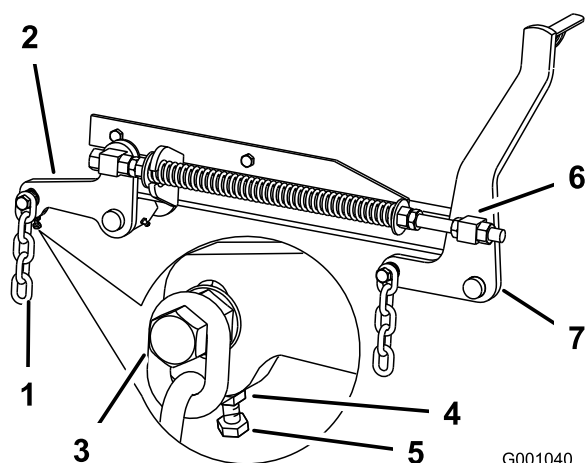

Figure 93
7. Si la distance mesurée au point **B** ou **C** n'est pas correcte, desserrez le boulon de fixation de la chaîne arrière au bras de support arrière (Figure 93).
- Desserrez l'écrou de blocage sous le bras de support arrière et agissez sur le boulon de réglage de manière à obtenir une distance de 80 à 83 mm ($3\frac{1}{8}$ à $3\frac{1}{4}$ po); voir Figure 93.
- Desserrez d'environ 13 mm ($\frac{1}{2}$ po) les écrous de blocage avant à l'avant des pivots gauche et droit (Figure 93).
- Régalez les écrous de levage sur les côtés gauche et droit de la machine de manière à abaisser l'avant de 6 à 10 mm ($\frac{1}{4}$ à $\frac{3}{8}$ po) au point **A** par rapport au point **B** à l'arrière (Figure 93).